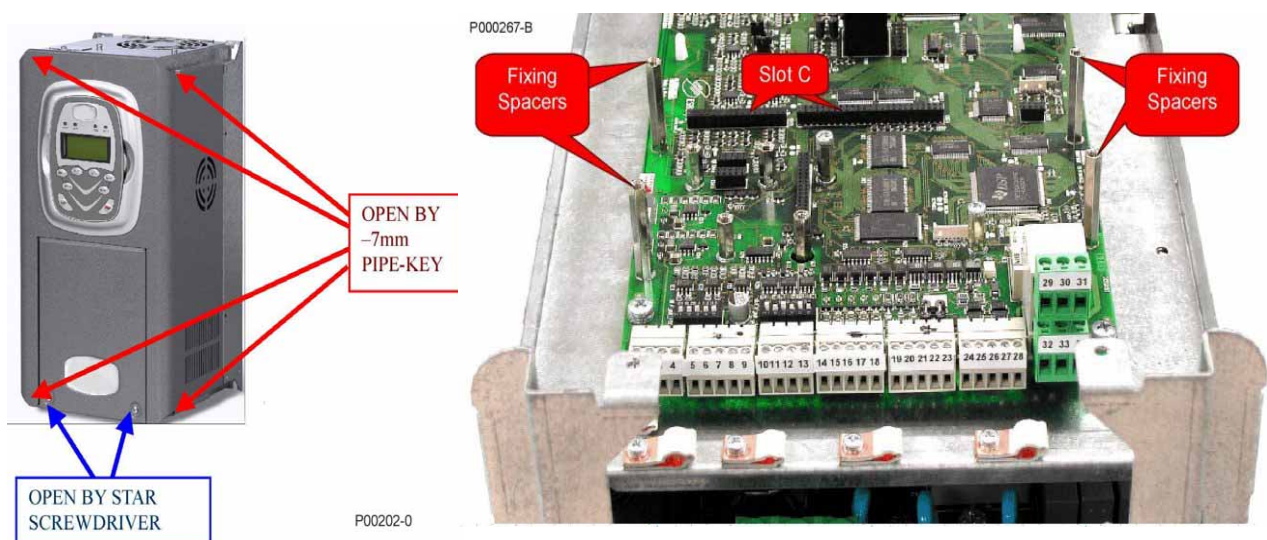

Figura 158: Remoção da tampa do inversor e posição do slot C.
- 2) Para facilitar a instalação da placa, é necessário remover toda a tampa do inversor afrouxando os quatro parafusos de cabeça hexagonal presentes na parte baixa e alta do inversor. Assim, são facilmente acessíveis as quatro colunetas metálicas de fixagem da placa ES847 e o conector dos sinais (Figura 158 - Slot C).